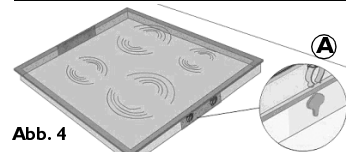

Abb. 4
- Setzen Sie die Kochmulde in den Ausschnitt ein. Die Klammern (**A**) müssen an den entsprechenden Gegenstücken der Winkel (**C**) einrasten (Abb. 4 und 5).